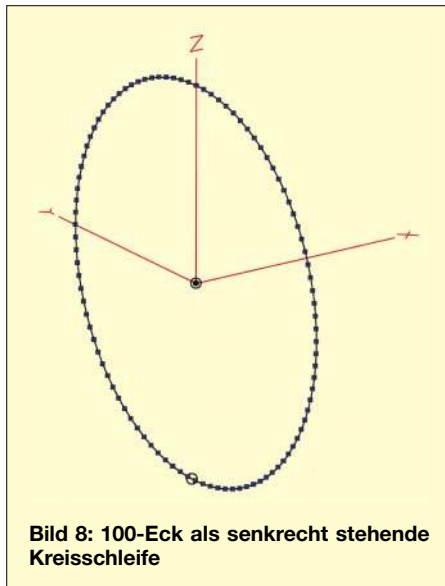

Bild 8: 100-Eck als senkrecht stehende Kreisschleife
Bild 6 zeigt die senkrecht stehende Kreisschleife, entstanden aus dem liegenden Achteck, Datei (10)8Eck8,100MHz1mvert(a).ez. Die Beschreibung der Senkrecht-schleife ist in Bild 7 zu finden. Bild 8 zeigt die äußerst mühsam gewonnene senkrecht stehende Kreisschleife aus 100 Drahtstücken. Beide Schleifen können natürlich jederzeit nach dem oben gezeigten Schema in der Größe verändert werden. Weitere EZNEC-Befehle im *Wires*-Menü erlauben jede gewünschte Verschiebung in *x*-, *y*- oder *z*-Richtung.